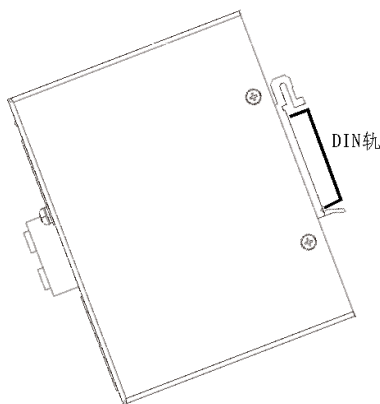

图 3-1 BOC100 安装方式图
大多数的工业应用采用 35mm 标准 DIN 卡轨式安装，其安装尺寸如图 3-1 所示。
- 如上图 3-1 中所示，将 DIN 轨卡入 DIN 卡轨连接座，确认 BOC100 光纤收发器设备可靠地安装到 DIN 轨上。